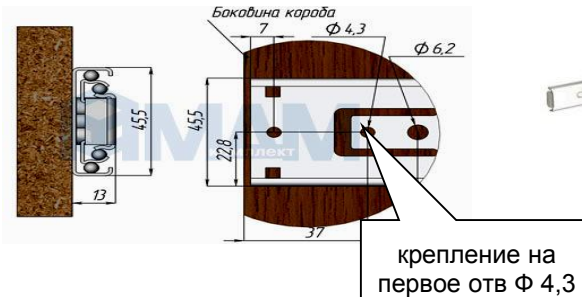

Рис.4 Схема установки шариковых направляющих полного выдвижения
2. Сборка выдвижных ящиков. Соедините стенки ящиков поз.4,5,6 шурупами 4x30. Стенку фасадную поз.11 закрепить к стенкам ящика поз.5,6 эксцентриками. Дно ящика поз.9 установить в паз на фасадной стенке ящика и закрепить шурупами 3x16 к стенкам поз.4,5,6. Направляющие поз.042 закрепить к стенкам ящика поз.5,6 шурупами 3,5x16. Ручку поз.037 закрепить шурупами 4x30 к фасадной стенке ящика. Установить ящик в проем (см рис.4).